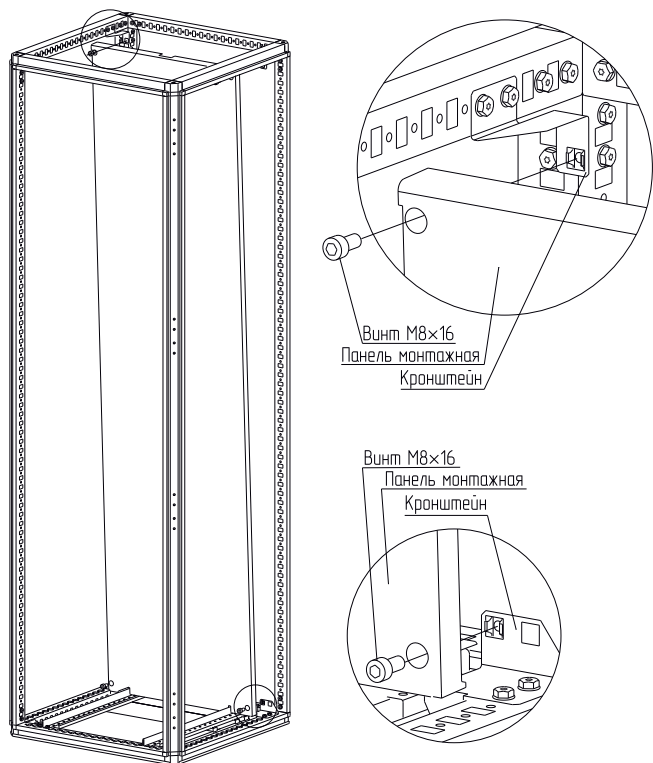

Рисунок 3
4.1.4 Прислонить панель монтажную к кронштейнам и закрепить винтами М8×16 (рисунок 3). Момент затяжки – 10 Н·м.